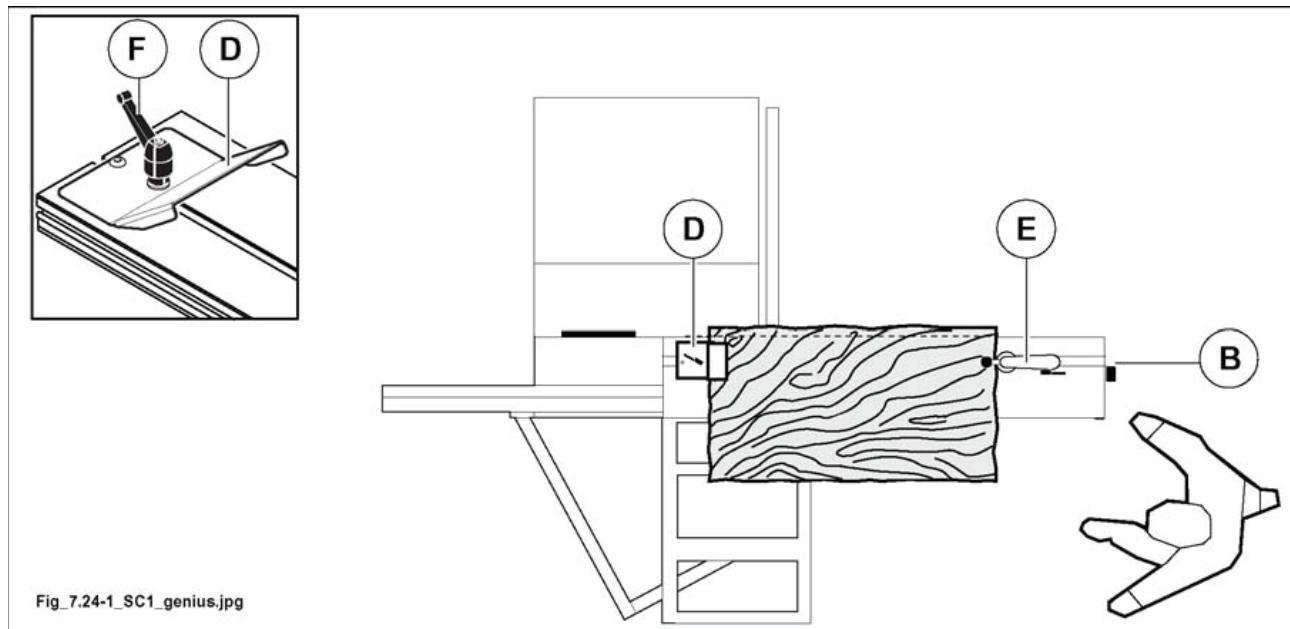

Рис. 7.24-1
При обработке панелей большого размера расположить линейку и раму для форматной обрезки в положении для толчка (см. рис. 7.24-1); при таком положении получается максимальная длина пиления.
- Опереть элемент для резки на вагон и на раму, как указано на рис. 7.24-1.
- Ослабить ручку (F рис. 7.24-1) и осуществить скольжение упора из черепицы (D рис. 7.24-1) в паз, чтобы привести его в положение, противоположное элементу.
- Зажать ручку (F рис. 7.24-1).
- Приблизить группу прессовщика (E рис. 7.24-1) к элементу.